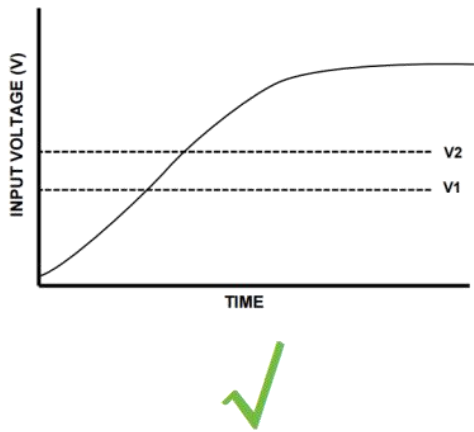
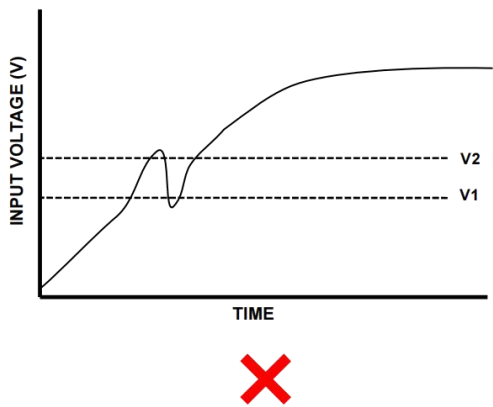

图 3-12 单调性电源
图 3-13 非单调性电源
FD1X5 系列驱动器在进行电源上电时必须使用图 3-12 所示的单调性电源，如果使用了图 3-13 所示的非单调性电源，在偏差接近任何阈值电压时，非单调性斜坡可能会引起驱动器启动异常等问题，从而发生错误故障。
- 图 3-12 和图 3-13 中标注的 V1 表示 10V 电压，V2 表示 17V 电压。